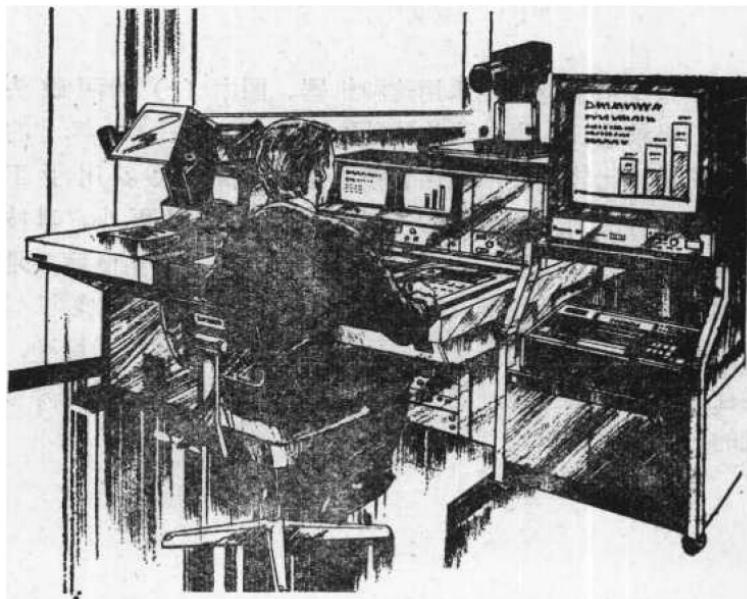

图1-2 利用磁带录像把科研过程和结果记录下来
(1) 在科学研究方面(如图1-2所示)，利用磁带录像技术可以把一系列有价值的参数、图表、科研结果及实验过程等随时详细地记录和保存下来，当需要时即可重放并再现，在荧光屏上，所以磁带录像机可作为科学工作者的得力助手。